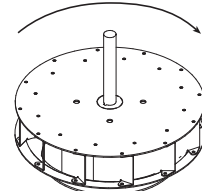

Figura 9
3. Para revisar el giro de la rueda, encienda momentáneamente la unidad (y mírela por el lado del eje). El giro debe ser en el sentido de las agujas del reloj, como se muestra en la Figura 9, y corresponder con la calcomanía de giro que se encuentra en la unidad. Si el giro de la rueda es incorrecto, invierta dos de los conductores del cableado o revise el cableado del motor para una fase. Se deben revisar y verificar las RPM del ventilador con un tacómetro.